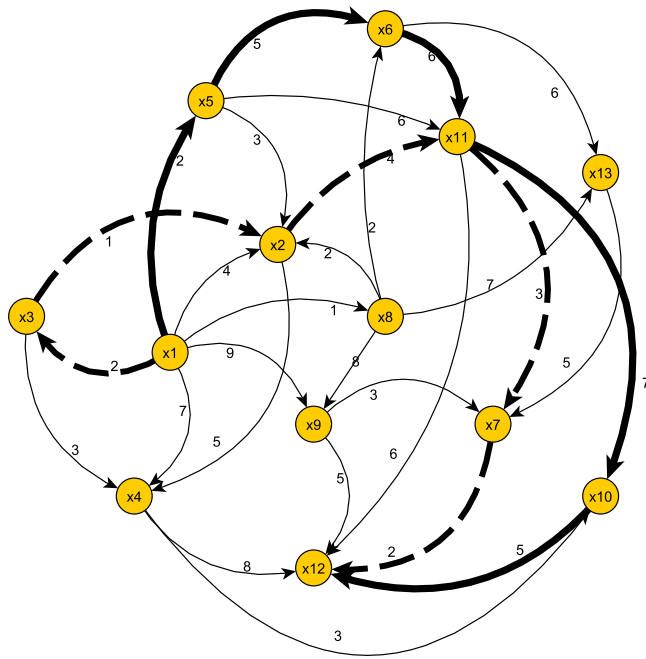

FIGURE 1.22 – Plus longs et courts chemins- Exemple 1.2.3
- Sur la figure 1.22 ci-après, on a repris le graphe sous sa forme initiale puis on a représenté les plus courts chemins reliant le sommet  $x_1$  au sommet  $x_{12}$  en trait pointillé ainsi que le plus long chemin de  $x_1$  à  $x_{12}$  en trait double.